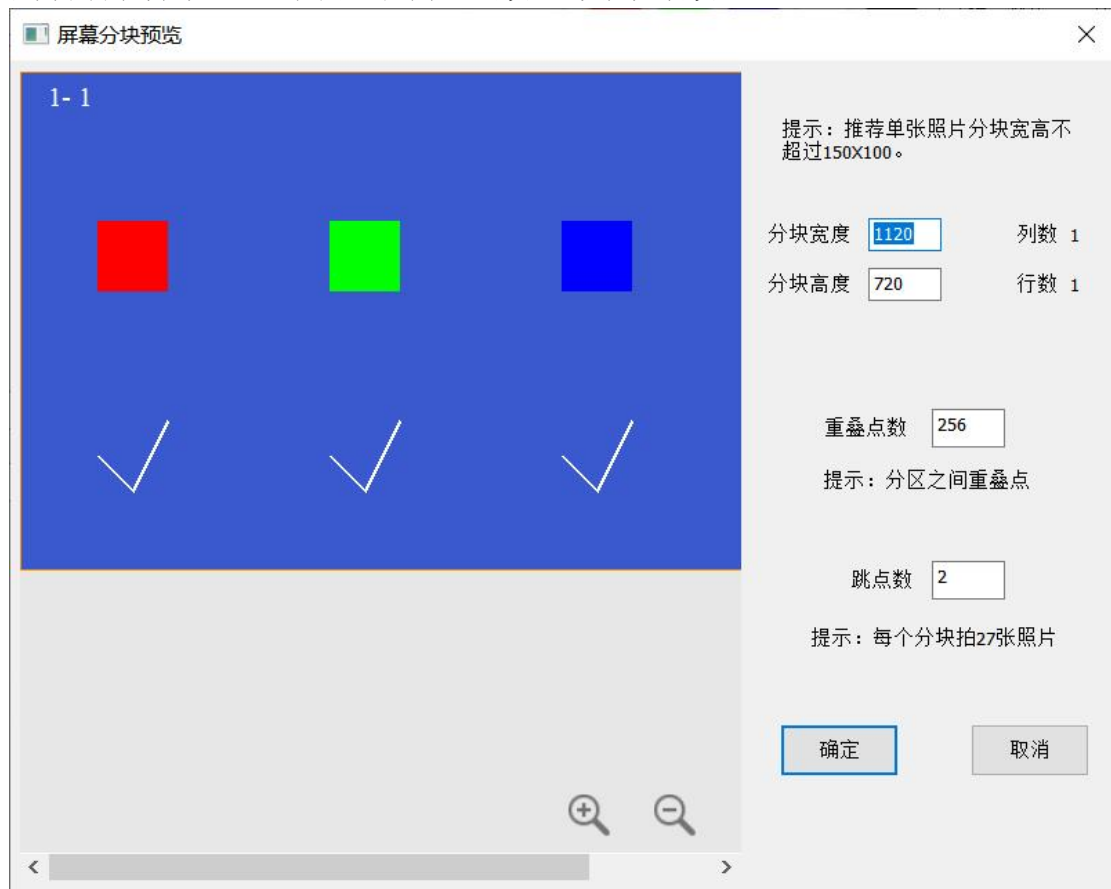

图 3-19 屏幕分块预览窗口
5) 常规整屏校正, 分块大小: 数值大小由相机分辨能力决定, 宽高比接近相机幅面, 佳能相机单张照片推荐 150\*100; 当使用 CCM1600 相机时提示: 推荐单张照片分块宽高不超过: 150\*100; 当使用 CCM6000 相机时提示: 推荐单张照片分块宽高不超过: 960\*640; 最后一行和最后一列不要太小, 可在“修改分区大小”中查看 (如图 3-19)。